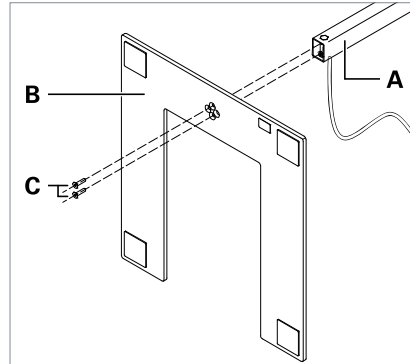

Fig. 1: 四方形立管的安装。
- 四方形立管，参见Fig. 1
- ▶ 如果您安装四方形立管: 使用供货附带的螺钉C将立管A与灯座B组装，电线应朝向前方，参见Fig. 1。